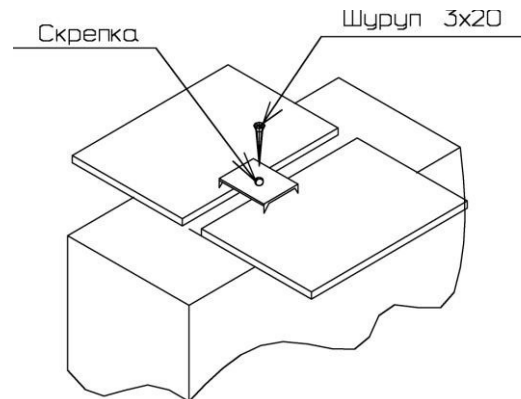
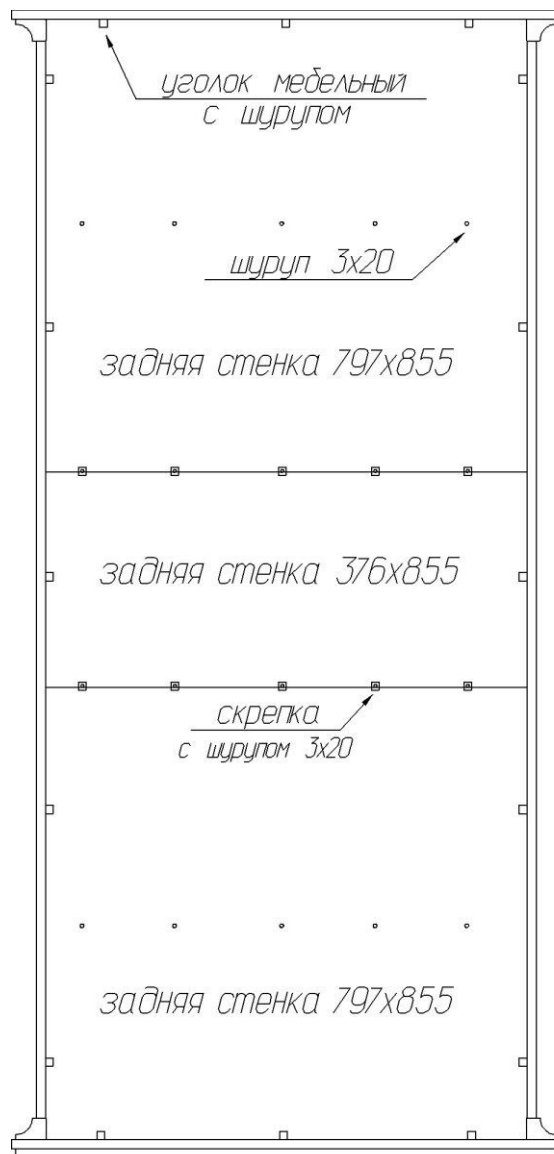

Рис. 2
Рис. 3
1. Присоединить к боковым стенкам (32), (33) горизонтальные щиты (39), (40) и полки (41) так, чтобы дюбели и шканты вошли в предназначенные для них отверстия. К боковым стенкам (32), (33) присоединить нижний щит (37) с помощью эксцентриковых стяжек и шкантов. Затянуть эксцентрики, повернув их на 180 градусов (см. схему сборки).
2. Установить задние стенки так, чтобы они вошли в пазы боковых стенок и нижнего щита (рис. 3). При помощи эксцентриковых стяжек и шкантов установить верхний щит (38). Затянуть эксцентрики, повернув их на 180 градусов.
3. Собранный корпус проверить на прямоугольность, сравнивая диагонали (их длины должны быть равны). Закрепить задние стенки в месте стыка с помощью шурупов 3x20мм и скрепок (рис.2 и рис.3). Установить мебельные уголки, закрепив их комплектными шурупами (рис.3 и рис.4).
4. Закрепить горизонтальный щит верхний (39) к профилю верхнего щита саморезом 3,5x25.